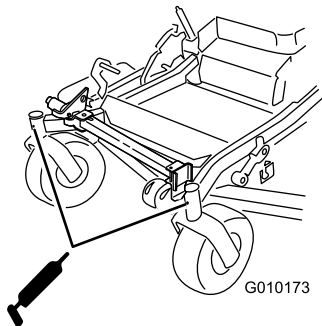

Bild 46
9. Ziehen Sie die Schmierpresse aus der Öffnung. Drehen Sie die Sechskantschraube und Staubkappe wieder ein (Bild 46).